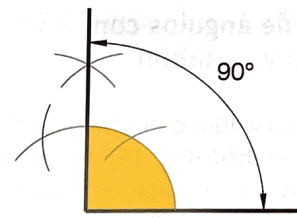

Fig. 21
- Perpendicular a una recta por uno de sus puntos, que hemos visto en el apartado 3.3, y que permite trazar el ángulo de  $90^\circ$  (Fig. 21).